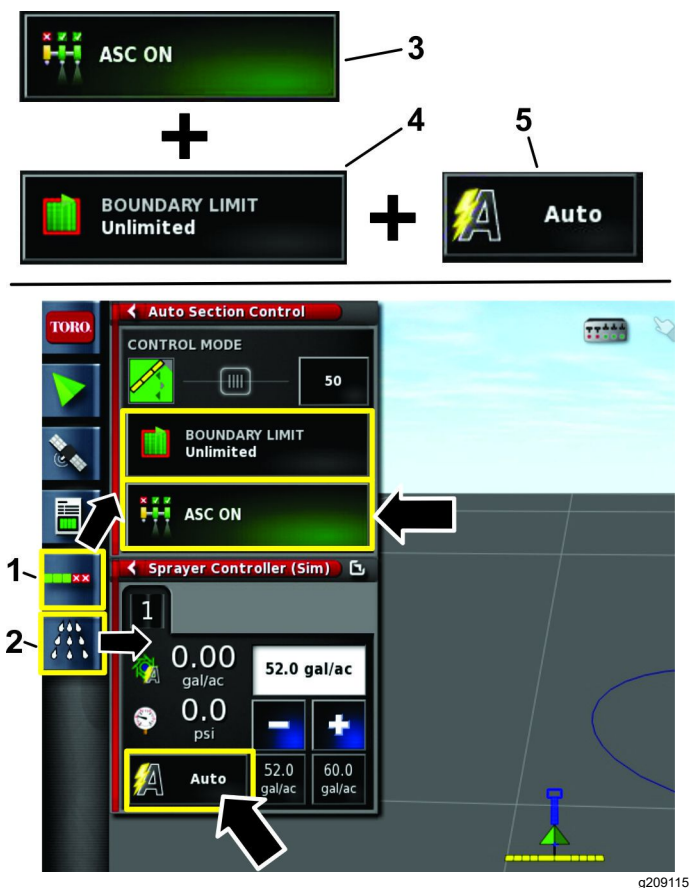

图 23
1. 选择自动喷洒段控制配置图标和打药车控制器图标 图 23。
2. 选择 ASC 图标的开启位置选择边界限制的无限制位置然后选择喷洒率控制的 AUTO 自动位置 图 23。